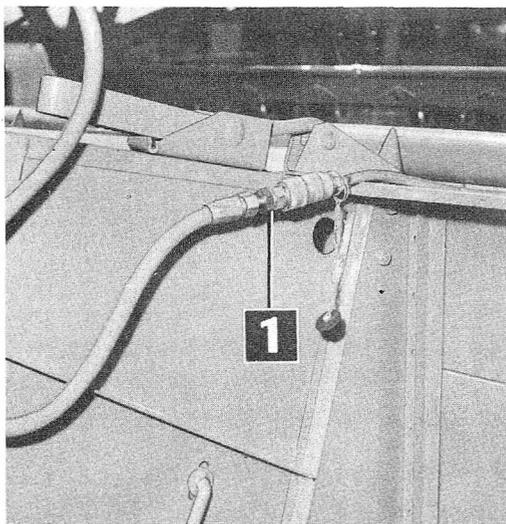

FIG. 56
- innestare il raccordo idraulico (1 - fig. 56) tenendo spinta la ghiera verso l'indietro (eventualmente scaricare i tubi dalla pressione, azionando il comando in modo da abbassare la barra); innestare le spine dell'impianto elettrico;